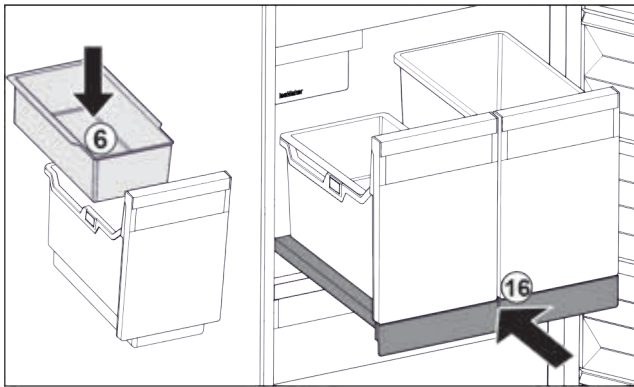

Fig. 96
- ▶ Вставити підвісний лоток Fig. 96 (6) для кубиків льоду.
- ▶ Вставити витяжну панель з резервуаром (IceTower). Fig. 96 (16)